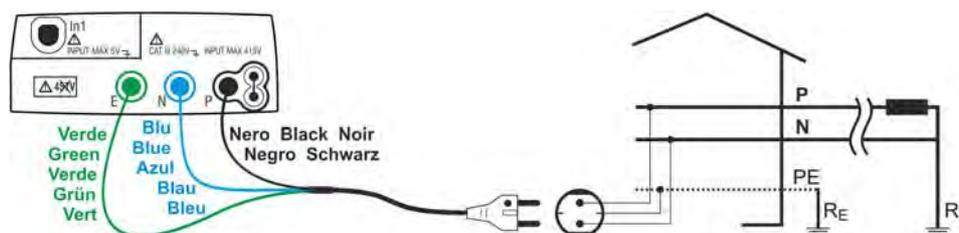
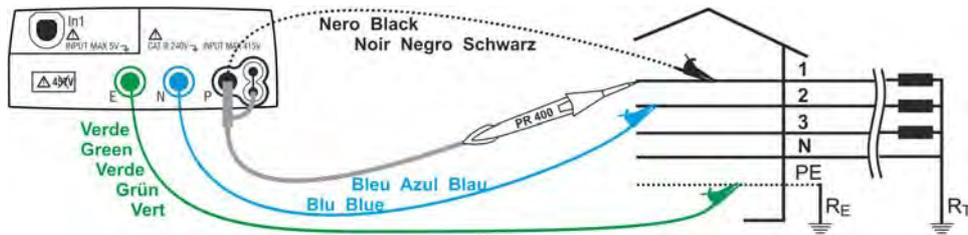

Fig. 15 : Mesure de l'impédance de ligne phase – neutre ou de l'impédance de l'anneau de panne en installations monophasées ou biphasées 230V par fiche shuko
Fig. 18 : Mesure de l'impédance de ligne phase – phase en installations triphasées 400V + N + PE par câbles simples et embout à distance
5. Introduire les connecteurs vert, bleu et noir du câble shuko à trois bornes dans les entrées correspondantes de l'instrument E, N, P. Autrement, utiliser les câbles simples et insérer les crocodiles correspondants dans l'extrémité des câbles restée dégagée. Le cas échéant, utiliser l'embout à distance en insérant son connecteur multipolaire dans l'entrée P. Connecter la fiche shuko, les crocodiles ou l'embout à distance au réseau électrique comme d'après les Fig. 15, Fig. 16, Fig. 17, Fig. 18 et Fig. 19.